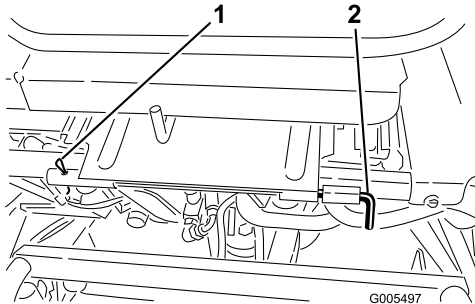

Figure 28
3. Abaissez le siège et retirez la goupille cylindrique qui fixe la tige de pivot du siège au cadre (Figure 28).